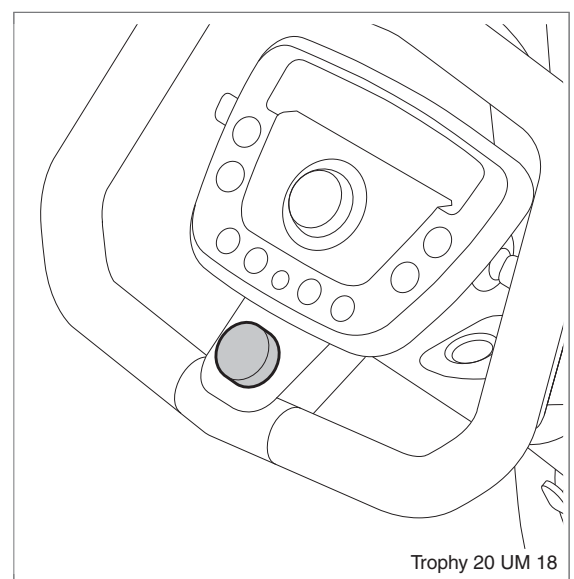

Figure 15
- En cas d'urgence, le bouton d'arrêt d'urgence en option peut être enfoncé. Le scooter effectuera un arrêt d'urgence (figure 15). Pour continuer à avancer après l'activation du bouton d'arrêt d'urgence, il est nécessaire de remettre le bouton d'arrêt d'urgence dans sa position initiale en le tournant dans le sens des aiguilles d'une montre (comme indiqué sur le bouton d'arrêt d'urgence) et de tourner la clé de contact en position arrêt, puis en position marche.